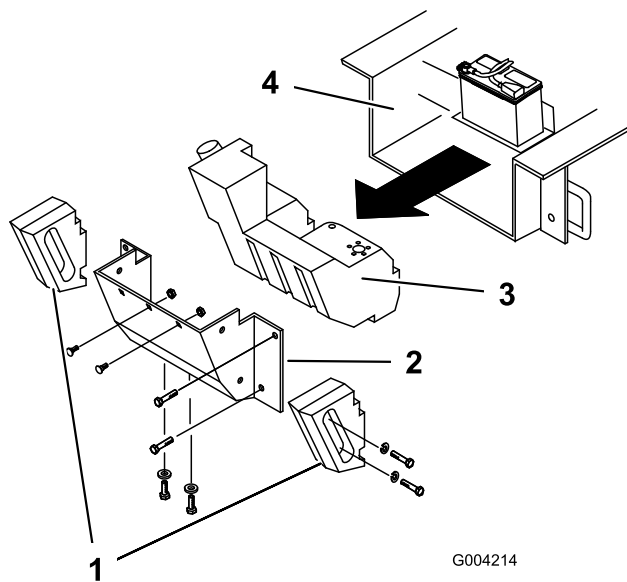

Figura 56
Con il passare del tempo, lo chassis al di sotto del motore raccoglie sporco e detriti che devono essere eliminati. A intervalli regolari, aprire il cofano e controllare l'area sottostante al motore con l'aiuto di una torcia. Quando i detriti formano uno strato di 2-5 cm, completate la seguente procedura (fate riferimento a Figura 56 per l'intera procedura):
4. Togliete le rondelle, i bulloni e le rondelle di bloccaggio che fissano i due pesi laterali e rimuoveteli (Figura 56).
7. Togliete i sei dadi e i bulloni che fissano il pannello posteriore e rimuovetelo (Figura 56).
10. Fate scivolare indietro il serbatoio carburante (Figura 56).
16. Fate scorrere parzialmente il serbatoio carburante nello chassis (Figura 56).
21. Sostituite il pannello posteriore e fissatelo con i sei bulloni e i dadi precedentemente rimossi (Figura 56).
23. Montate i pesi laterali con le rondelle, i bulloni e le rondelle di bloccaggio precedentemente rimossi (Figura 56).